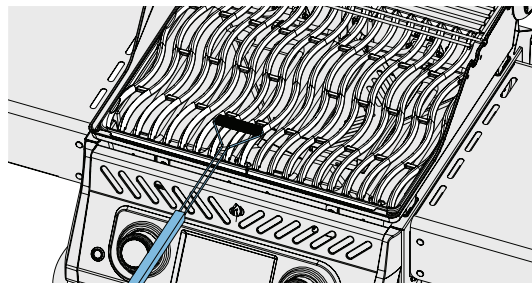

Fig. 4
- Riste af rustfrit stål kan rengøres ved at forvarme grillen og bruge en stålbørste til at fjerne rester. (Fig. 4)